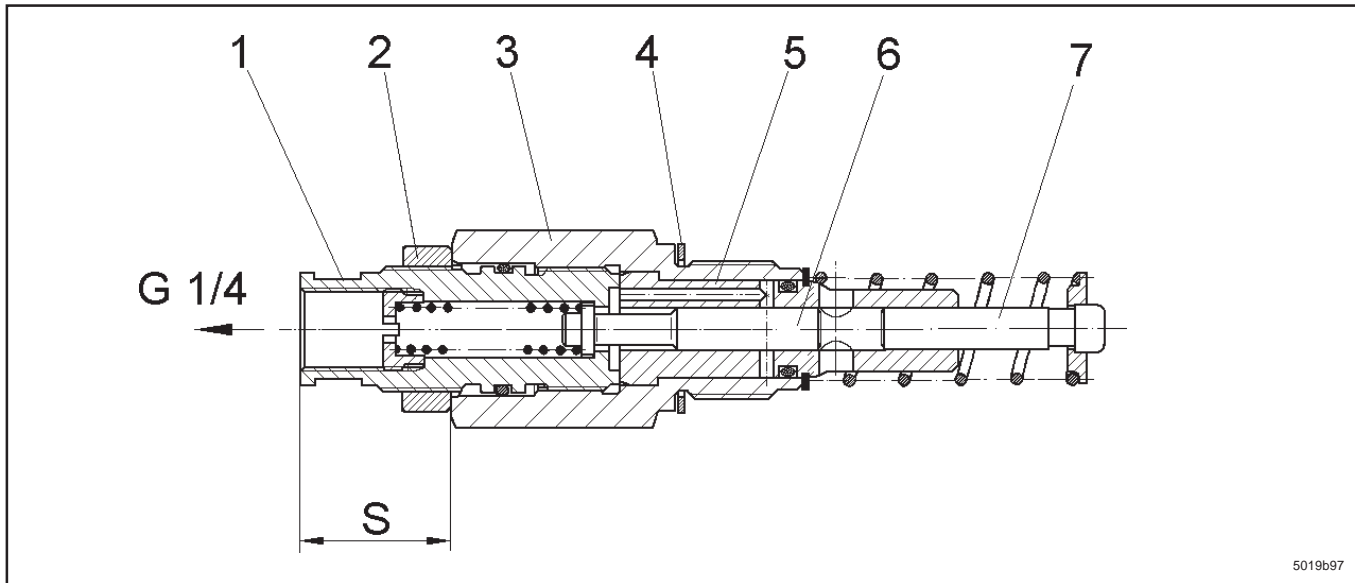
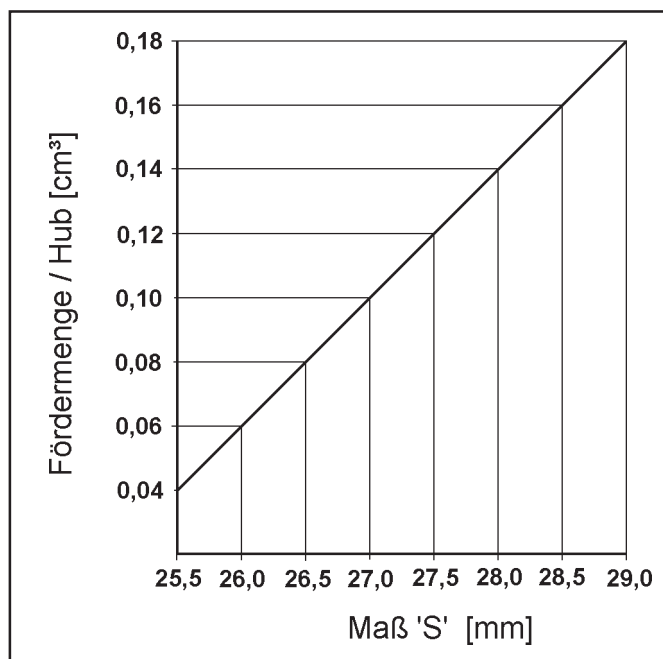

Abb. 4 - Schnittbild regulierbares Pumpenelement
Abb. 5 - Förderdiagramm
- * Die Kontermutter (2, Abb.4) lockern, dabei den Pumpenelementkörper (3) mit einem zweiten Schlüssel festhalten.
- * Regulierspindel (1) mit einem Schraubenschlüssel verstellen:
- Das Maß „S“ in Abb. 4 kann in Abhängigkeit von der gewünschten Fördermenge aus Abb. 5 ermittelt werden.
- * Regulierspindel (1, Abb. 4) aus Pumpenelementkörper (3) herausdrehen bis „S“ ca. 30 mm
- * Kontermutter (2) auf den Anschlag an der Regulierspindel (1) einschrauben
- * Regulierspindel (1) mit Kontermutter (2) bis auf Anschlag in den Pumpenelementkörper (3) schrauben
- * Maß „S“ auf gewünschten Wert entsprechend dem Förderdiagramm (Abb. 5) einstellen.